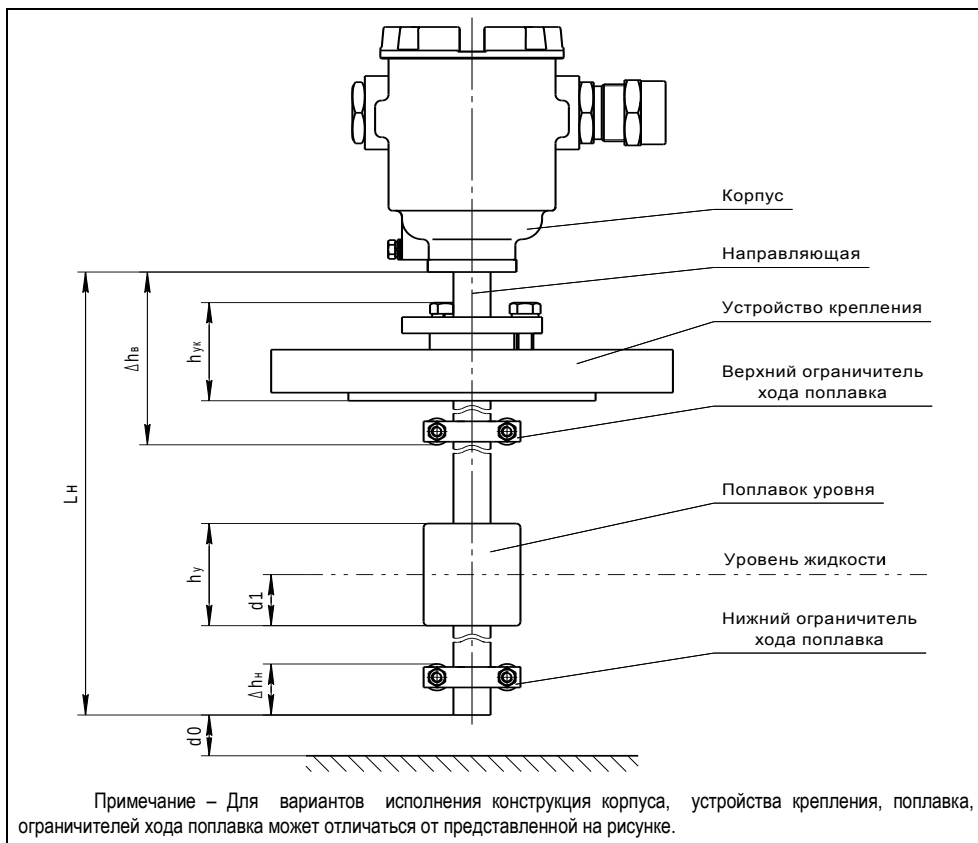

Рисунок 1
Величина нижней неизмеряемой зоны Δh_н определяет положение нижнего ограничителя хода поплавка (см. рисунок 1). При выпуске из производства она устанавливается минимальной, равной:
Величина верхней неизмеряемой зоны Δh_в определяет положение верхнего ограничителя хода поплавка (см. рисунок 1). При выпуске из производства по умолчанию она устанавливается равной минимально возможному значению Δh_{вmin}:
1.4.1 Преобразователь (см. рисунок 1) состоит из корпуса, соединённого с направляющей, на которой устанавливаются: устройство крепления, поплавков уровня и ограничители хода поплавка.